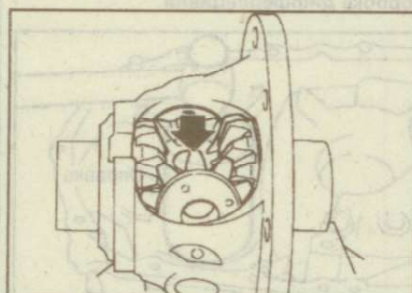

Рис. 9.244. Установка сателлита в коробку дифференциала
1. Установите упорную шайбу полуосевой шестерни и полуосевую шестерню в коробку дифференциала. Установите упорные шайбы с задней части сателлитов и, поворачивая, вставьте сателлиты с шайбами в коробку дифференциала (рис. 9.244).